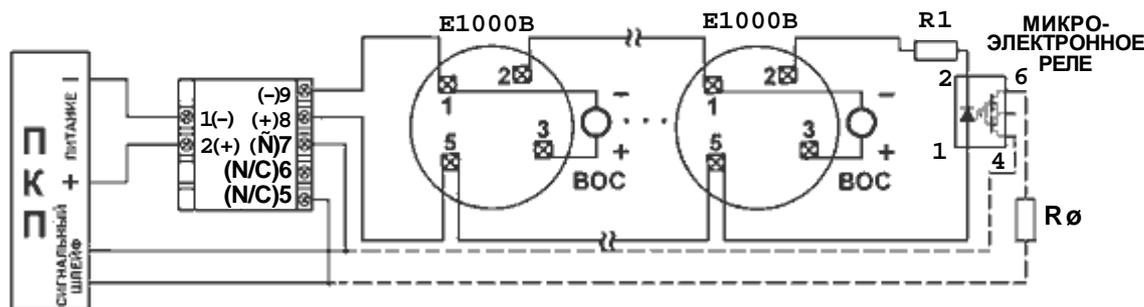

Рис. 1. Схема подключения УС к ПКП и к базам E1000B с извещателями серии ECO1000.
Устройства согласования M424RL, M412RL и M412NL предназначены для подключения пожарных извещателей серий 100/400, ECO1000 и ПРОФИ производства System Sensor к ПКП с 4-х проводной схемой включения. УС обеспечивает питание подключенных пожарных извещателей и контроль их тока потребления. Переход одного или нескольких извещателей в режим «Пожар» сопровождается увеличением тока потребления, что вызывает переключение контактов реле УС и включение красного светодиода, расположенного на передней панели. Сброс режима «Пожар» УС M424RL, M412RL производится отключением от шлейфа активизированного пожарного извещателя, либо снятием напряжения питания с УС. Устройство M412NL в режиме «Пожар» примерно через пять секунд отключает питание извещателей на 1,5 сек. Данная функция обеспечивает автоматический выход из режима «Пожар» после устранения причины, вызвавшей активизацию извещателя. УС снабжены приспособлениями, позволяющими легко устанавливать их на различные поверхности. Максимально допустимый ток шлейфа УС в дежурном режиме - 6 мА - позволяет подключить до 40 извещателей серии ECO1000, ПРОФИ или 1151E, 2151E, 5451E. (Извещатель 5451E имеет рабочее напряжение питания от 15 до 35 В и может подключаться только к УС типа M424RL). Для обеспечения контроля исправности двухпроводного шлейфа в качестве его оконечного элемента рекомендуется использовать микроэлектронное реле, например, типа PVT312 (International Rectifier) или 5П14Б с токоограничивающим резистором R₁ 6,8 кОм ±5% для M412RL и M412NL и 15 кОм ±5% для M424RL (рис. 1, 2). При обрыве шлейфа и при отсутствии питания микроэлектронное реле отключает оконечный элемент Rш сигнального шлейфа и на ПКП поступает сигнал «Неисправность». Изделие собрано на печатной плате, установленной в пластмассовый корпус, с двух сторон которого расположены винтовые контакты с универсальными шлицами для подключения проводников. Металлическая монтажная пластина с крепежными отверстиями закрывается декоративной крышкой.
1. Подключите УС к базам извещателей (рис. 1, 2).